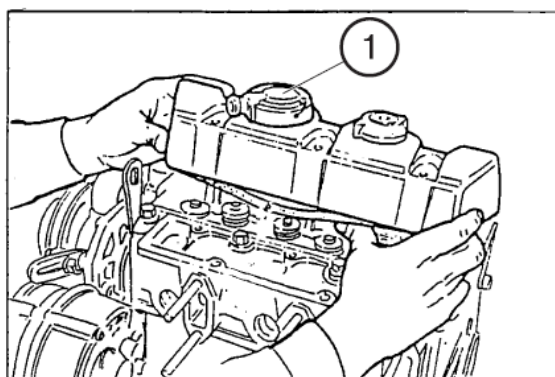

Рис. 83.1
- Снимите крышку 1 клапанного механизма (рис.83.1).